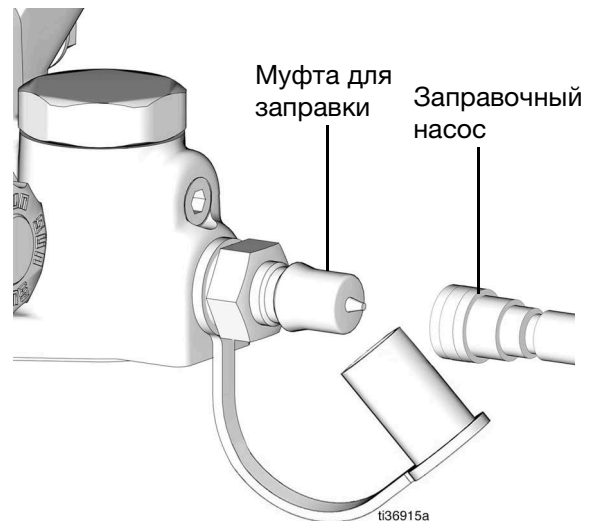

Рис. 2
1. Подключите заправочный насос к соединительной муфте для заполнения (Рис. 2).